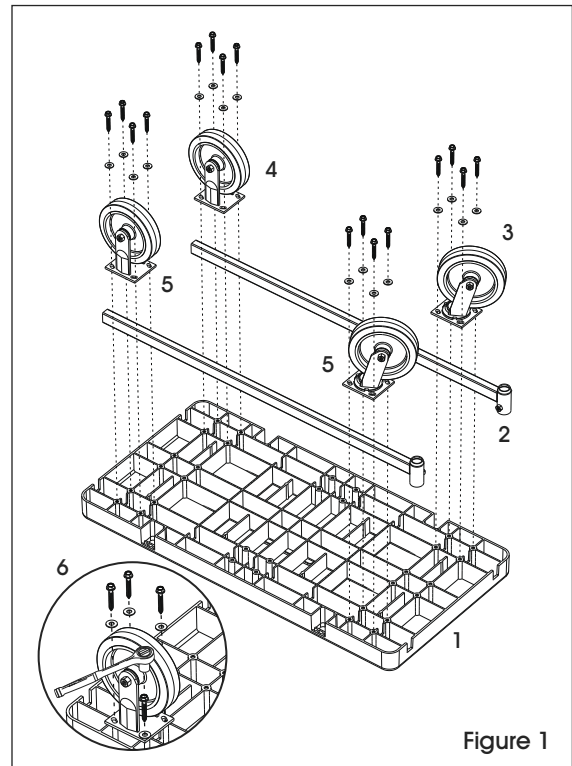

Figure 1
2. Installez les supports d'emboîture dans les rainures du plateau. Orientez les écrous soudés vers le milieu du plateau. (Voir Figure 1)
3. Placez les roulettes pivotantes du côté du plateau où se trouvent les emboîtures. (Voir Figure 1)
4. Placez les roulettes fixes à l'extrémité opposée. (Voir Figure 1)
6. Fixez les roulettes au plateau à l'aide des rondelles, des longues vis et de la clé à douilles de 9/16 po. (Voir Figure 1)